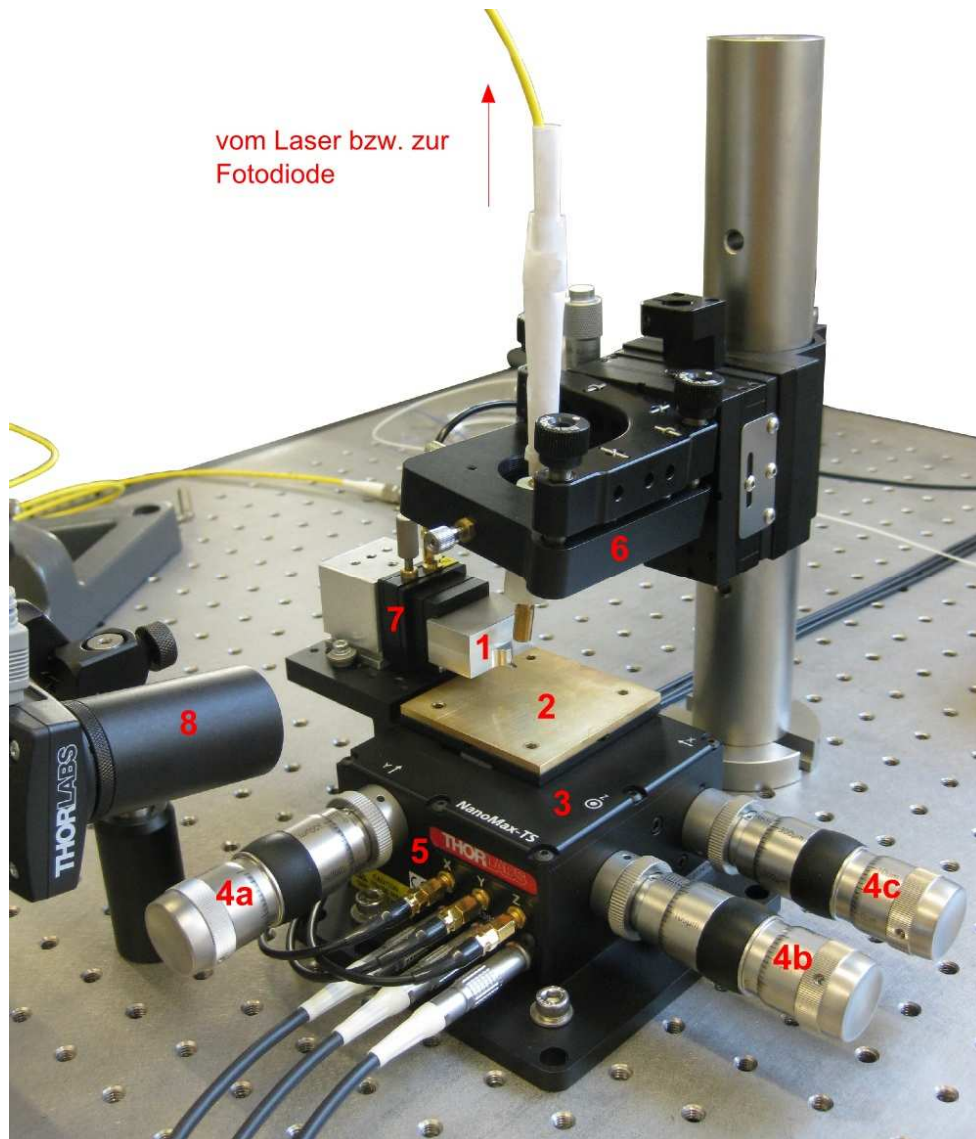

Abbildung 2: Aufbau der Rasterkraftmikroskops
Montieren Sie zuerst die Positioniereinheit NanoMax 301 (Abbildung 2 (5)) auf einem schwingungsgedämpften Tisch (passive Schwingungsdämpfung).
Bringen Sie danach die drei differentiellen Mikrometerschrauben (DRV002, Abbildung 2 (4a-c)) an den Positioniertisch NanoMax 301 an. Die Mikrometerschrauben sollten nicht vorab an den NanoMax angebracht werden, da sonst einige Befestigungslöcher am NanoMax von den Mikrometerschrauben blockiert wären.
Befestigen Sie die Winkelplattform (AMA009) seitlich am NanoMax. Montieren Sie auf diese Plattform nacheinander den Halterungsblock, den z-Piezo (Abbildung 2 (7)) , den Magnethalter und schließlich den Cantilever-Halter (Abbildung 2 (1)).
Bringen Sie die 12°-Spezialplatte und den 6-achsigen Justierhalter (K6X, Abbildung 2 (6)) an diese Positionierplattform an. Befestigen Sie dann die gesamte Justiereinheit an der Befestigungsstange.
Positionieren Sie die USB-Kamera (Abbildung 2 (8)) seitlich neben dem Nanomax und verbinden Sie diese mit dem Computer. Bei seitlicher Positionierung sieht man recht genau den Abstand zwischen Faser und Cantilever bzw. zwischen Cantilever und Probe.
- vi) Verringern Sie nun VORSICHTIG den Abstand zwischen Glasfaser und Cantilever soweit, bis die maximalen und minimalen Werte der gemessenen Intensitätskurve nicht mehr nahezu konstant sind, sondern auf einer Seite (entweder beim Minimum oder Maximum des Generatorsignals) größer sind als auf der entsprechend anderen Seite. In dieser Situation beträgt der Abstand zwischen Glasfaser und Cantilever nur noch wenige Mikrometer. Vergrößern Sie nun den Abstand wieder soweit, bis der Verlauf des Messsignals konstant ist, wie in Abbildung 2 zu sehen.